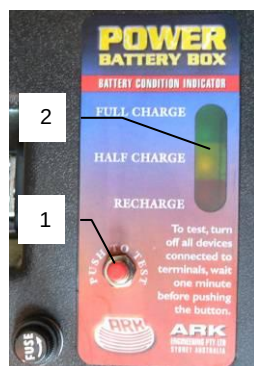

Рис. 9
- Перед началом работы заряд аккумулятора можно узнать при помощи специальной кнопки (1) на крышке Аккумуляторного Бокса (см. Рис. 9).
- После нажатия кнопки (1) уровень заряда отобразится на индикаторной панели (2). Цвет загоревшегося индикатора означает следующее: